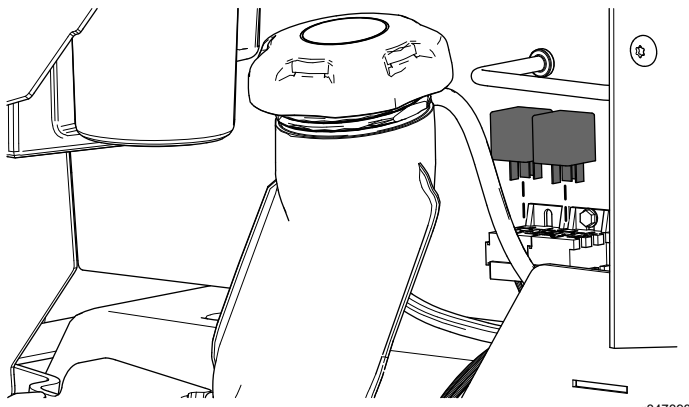

Figura 21
5. Instale los 2 relés (Figura 21).